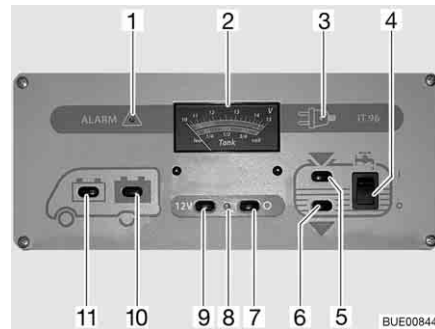

Bild 151 Panel IT 96-2
Der 12-V-Hauptschalter (Bild 151,7 und 9) schaltet das Panel und die 12-V-Versorgung des Wohnraums ein und aus.
- Schalter (Bild 151,9) drücken "12 V": Die 12-V-Versorgung des Wohnraums ist eingeschaltet. Die Kontroll-Leuchte (Bild 151,8) leuchtet grün.
- Schalter (Bild 151,7) drücken "O": Die 12-V-Versorgung des Wohnraums ist ausgeschaltet. Die Kontroll-Leuchte (Bild 151,8) erlischt.
Beim Anzeigeeinstrument V/Tank (Bild 151,2) die obere Skala beachten. Das Anzeigeeinstrument wird automatisch beleuchtet, sobald ein Schalter gedrückt wird.
- Schalter (Bild 151,11) drücken "🔋": Die Batteriespannung der Starterbatterie wird angezeigt.
- Schalter (Bild 151,10) drücken "🔋": Die Batteriespannung der Wohnraumbatterie wird angezeigt.
Beim Anzeigeeinstrument V/Tank (Bild 151,2) die untere Skala beachten. Das Anzeigeeinstrument wird automatisch beleuchtet, sobald ein Schalter gedrückt wird.
- Schalter (Bild 151,5) drücken "": Die Wassermenge wird angezeigt.
- Schalter (Bild 151,6) drücken "": Die Abwassermenge wird angezeigt.
- Wippschalter (Bild 151,4) oben drücken "I": Die Wasserversorgung ist eingeschaltet.
- Wippschalter (Bild 151,4) unten drücken "O": Die Wasserversorgung ist ausgeschaltet.
Die rote Warnleuchte "ALARM" (Bild 151,1) blinkt, sobald die Spannung der Wohnraumbatterie 11 V (Messung im laufenden Betrieb) unterschreitet und damit Tiefentladung droht.
Die 12-V-Kontroll-Leuchte (Bild 151,8) leuchtet, wenn der 12-V-Hauptschalter (Bild 151,9) eingeschaltet ist.
Die gelbe 230-V-Kontroll-Leuchte (Bild 151,3) leuchtet, wenn am Eingang des Elektroblocs Netzspannung vorhanden ist.